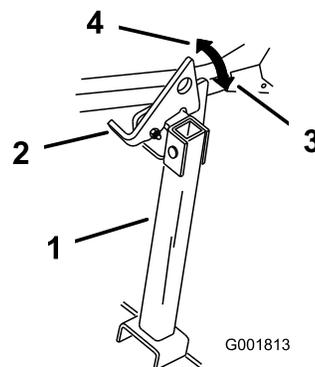

Рисунок 49
2. Поднимите защелку в разблокированное положение (Рисунок 49).